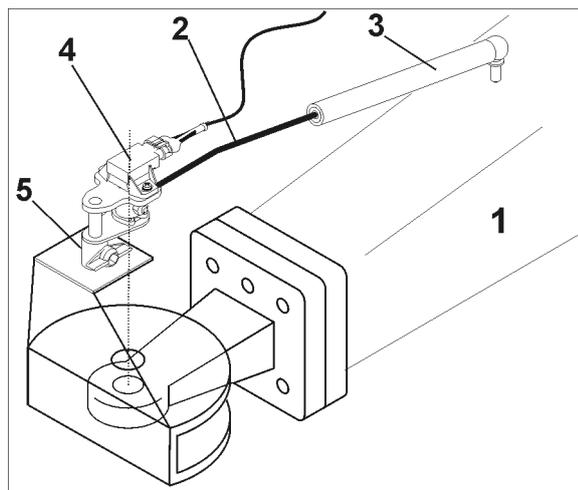

Fig. 62
Die TrailTron-Nachlauf-Steuerung zum automatischen, nahezu spurgetreuen Nachlauf erfasst die Winkellage der Deichsel (Fig. 62/1) zur Fahrrichtung des Traktors.
1. Winkelstange (Fig. 62/2) in Kunststoffbuchse (Fig. 62/3) stecken.
2. Drehwinkelgeber (Fig. 62/4) in die Aufnahme (Fig. 62/5) stecken.